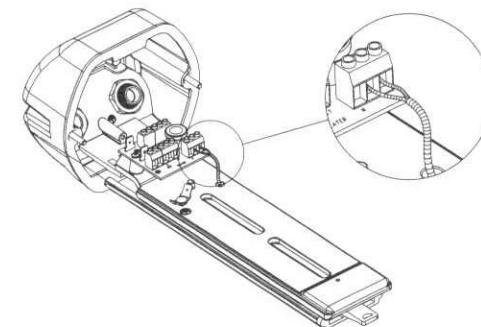
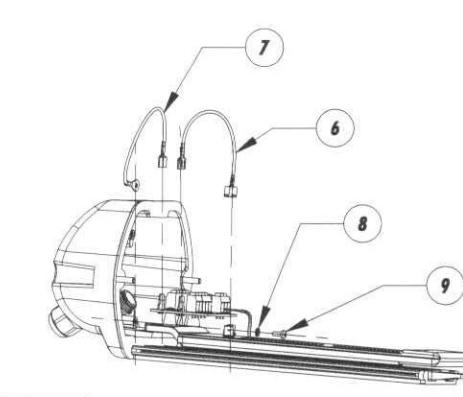

Fig. 4
Fig. 5
- Far passare i cavi della resistenza attraverso il foro previsto sulla slitta interna ed effettuare le connessioni elettriche della resistenza sul morsetto (Fig. 4). La connessione avverrà sul morsetto HEATER del circuito d'appoggio (nel caso di riscaldamento in 115/230VAC, Fig. 5, per riscaldamento in 12VDC/24VAC, Fig. 6).
- Faire passer les câbles de la résistance dans l'orifice prévu sur la glissière interne et procéder aux connexions électriques de la résistance sur la borne (Fig. 4). La connexion doit être effectuée sur la borne HEATER du circuit de support (pour le chauffage en 115/230VAC, Fig.5, pour chauffage en 12VDC/24VAC, Fig.6).
- Pass the resistance cables through the hole provided on the inner slide and make the electrical connections of the resistance to the terminal (Fig. 4). The connection will be made to the terminal HEATER on the support circuit (for the 115/230VAC heater, Fig. 5, for the 12VDC/24VAC heater, Fig.6).
- Die Kabel des Heizwiderstandes werden durch die Öffnung des internen Schlittens geführt. Dann die elektrischen Anschlüsse des Widerstandes auf der Klemme herstellen (Fig. 4). Der Anschluß erfolgt an der Klemme HEATER der Trägerschaltung (bei Heizung 115/230VAC, Fig. 5, bei Heizung 12VDC/24VAC, Fig. 6).